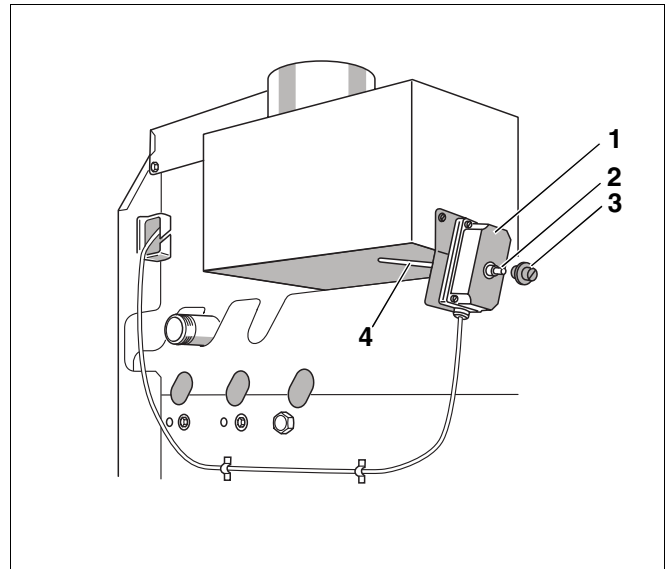

Abb. 35 Abgasüberwachung AW 10 überprüfen
- Abgasüberwachung (Abb. 35, **Pos. 1**) von der Strömungssicherung abschrauben.
- Abgastemperaturfühler (Abb. 35, **Pos. 4**) bei laufendem Brenner in den Kern des Abgasstromes halten.
- Abgasüberwachung (Abb. 35, **Pos. 1**) wieder montieren.
- Nach ca. 2 Minuten Schutzkappe (Abb. 35, **Pos. 3**) entfernen und Entriegelungsstift (Abb. 35, **Pos. 2**) fest eindrücken.